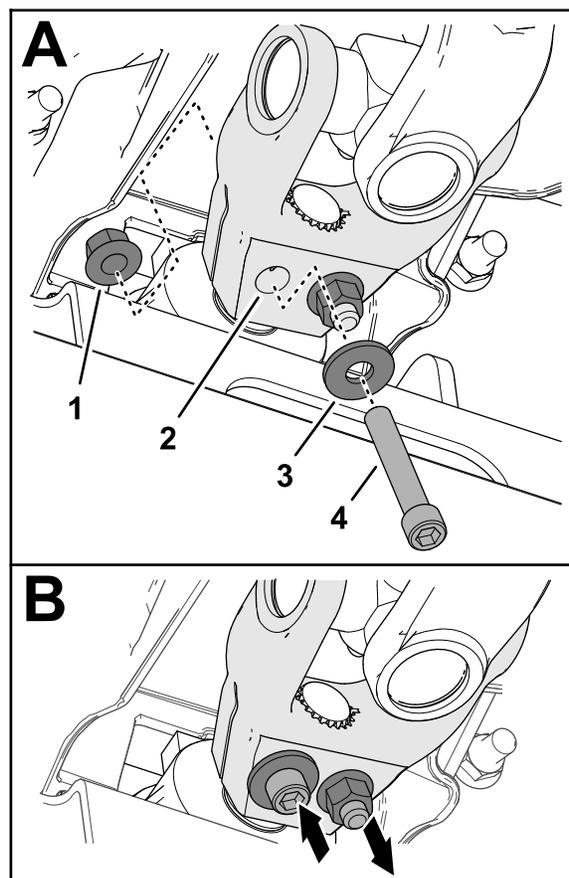

Рисунок 17
6. Проденьте колпачковый винт с внутренним шестигранником ($\frac{3}{8}$ x $2\frac{1}{4}$ дюйма) через шайбу ($\frac{3}{8}$ дюйма) и отверстие в вилке ведущего вала (Рисунок 17) и закрепите колпачковый винт фланцевой контргайкой ($\frac{3}{8}$ дюйма).
7. Проденьте колпачковый винт с внутренним шестигранником ($\frac{3}{8}$ x $2\frac{1}{4}$ дюйма) через шайбу ($\frac{3}{8}$ дюйма) и отверстие в вилке ведущего вала с противоположной стороны (Рисунок 17) и закрепите колпачковый винт фланцевой контргайкой ($\frac{3}{8}$ дюйма).